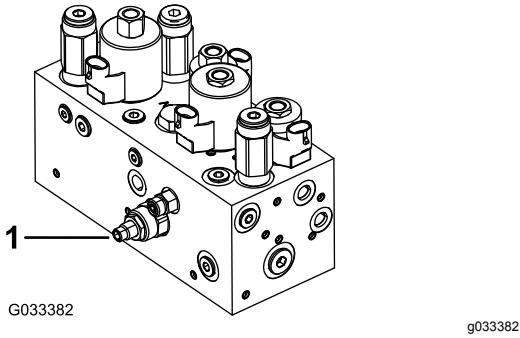

Bild 47
Der Hydraulikkreis zum Heben/Absenken der Schneideeinheit besitzt ein Flusssteuerungsventil (Bild 47). Dieses Ventil wird ab Werk um ungefähr drei Umdrehungen geöffnet. Zum Ausgleichen unterschiedlicher Hydrauliköltemperaturen und Mähgeschwindigkeiten usw. müssen Sie dieses Ventil jedoch u. U. einstellen.
1. Klappen Sie den Sitz hoch und finden Sie das Flusssteuerungsventil für den mittleren Zugrahmen (Bild 47), das sich an der Seite des Hydraulikverteilers befindet.